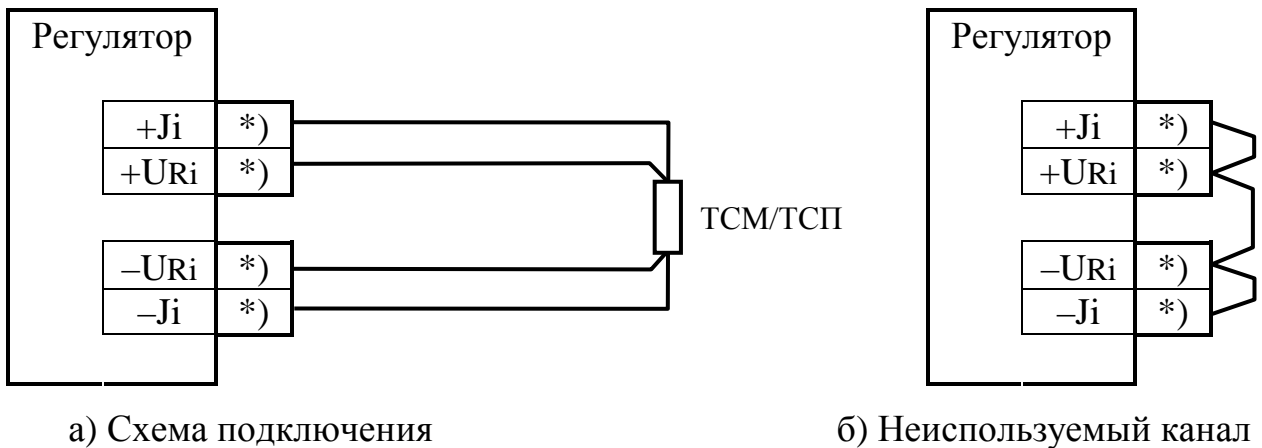

Рисунок 3.1 – Схема подключения ТСМ, ТСП
3.1.3 Подключение ТСМ и ТСП к регулятору исполнения 01 выполняют по четырехпроводной схеме (рис. 3.1, а). Соединение цепи $+J_i$ с цепью $+U_{ri}$ и цепи $-J_i$ с цепью $-U_{ri}$ осуществляется в точке подключения данных цепей к ТСМ/ТСП. На свободных (не используемых) ИК сопротивления замкнуть коротко цепи $+J_i$, $-J_i$, $+U_{ri}$, $-U_{ri}$, как показано на рисунке 3.1, б. Общее сопротивление всех подключаемых к одному прибору ТСМ и ТСП не должно превышать 4000 Ом во всем рабочем диапазоне измеряемых температур.